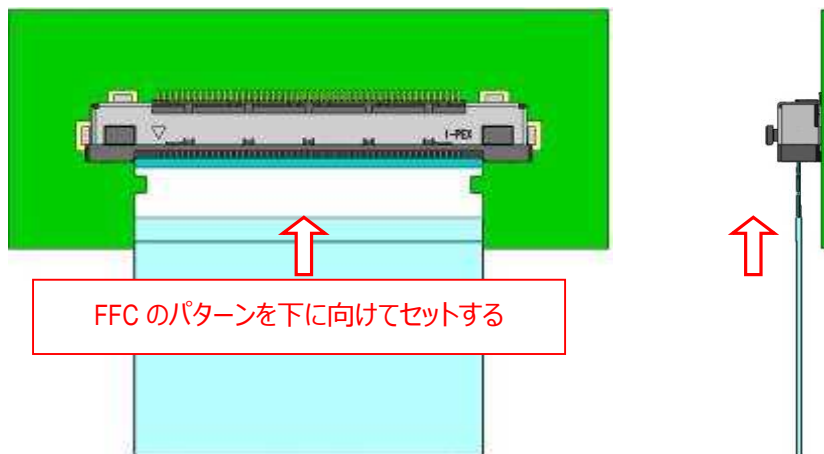

図. 2-1 FFC 挿入方法 1
- ① 図 2-1 の様に、FFC のパターンを下に向けて挿入間口に対し水平にセットする。